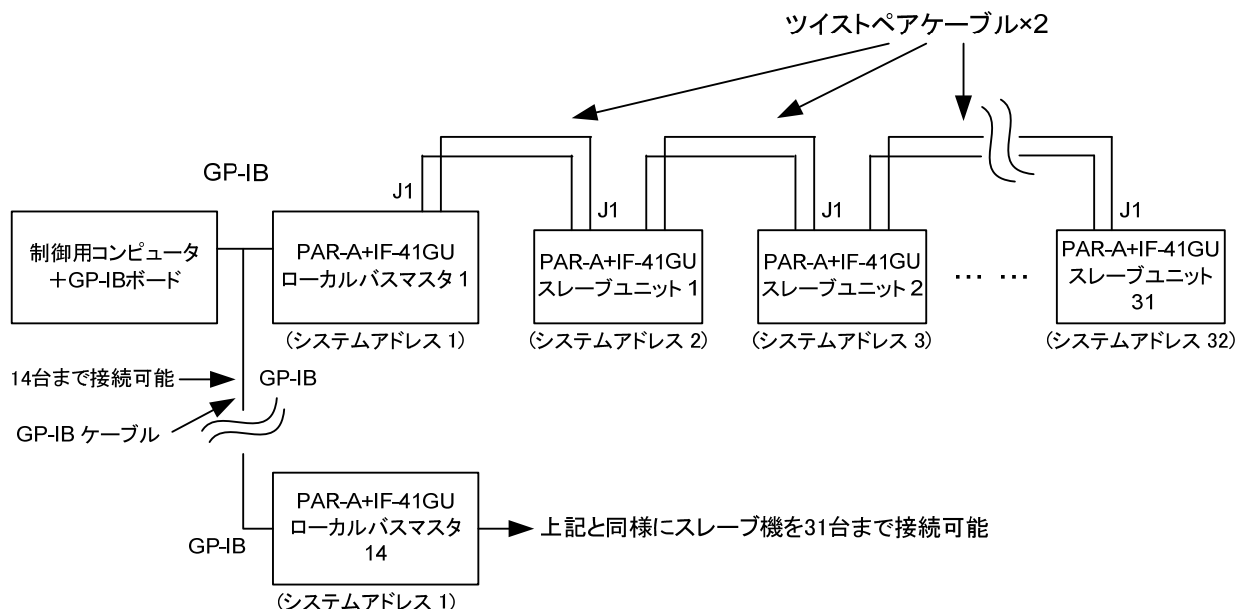

Fig.16 IF-41GU を使用した GP-IB によるコントロール
- ・ GP-IB ケーブルを使って、コンピュータと直接接続可能なローカルバスマスターの台数は 14 台です。コンピュータに直接接続したローカルバスマスターにツイストペア線 2 組を使って、31 台までスレーブ機を接続することが出来ます。Fig.16 に接続図を示します。